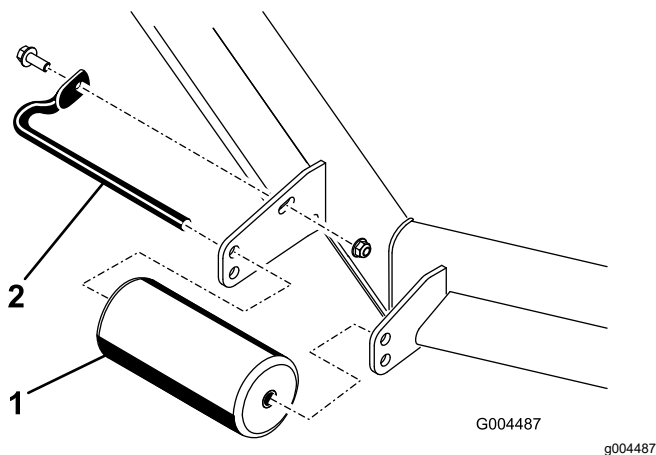

Рисунок 12
4. Снимите крепежные детали всех валиков на газонокосилке и переставьте валики в требуемом направлении, вверх или вниз(Рисунок 12).